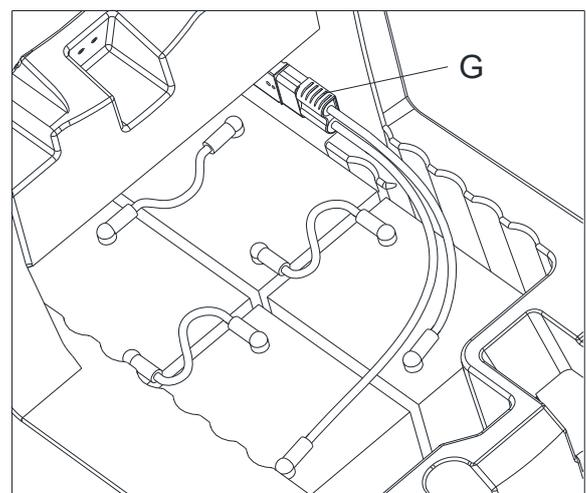

Abbildung 10
2. Ziehen Sie den Akkustecker (G, Abbildung 10) ab.